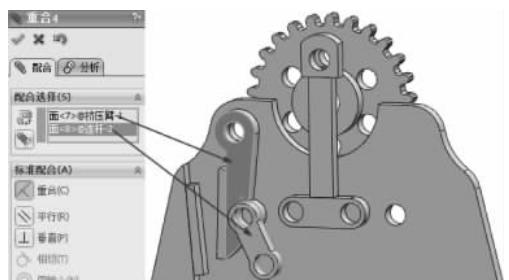

图 3-145 重合配合
(8) 继续进行配合约束, 选择【标准配合】选项组下的【重合】配合类型  , 在【要配合的实体】选择框  中选择如图 3-145 所示的面, 其他保持默认, 单击【确定】按钮  , 完成重合配合。